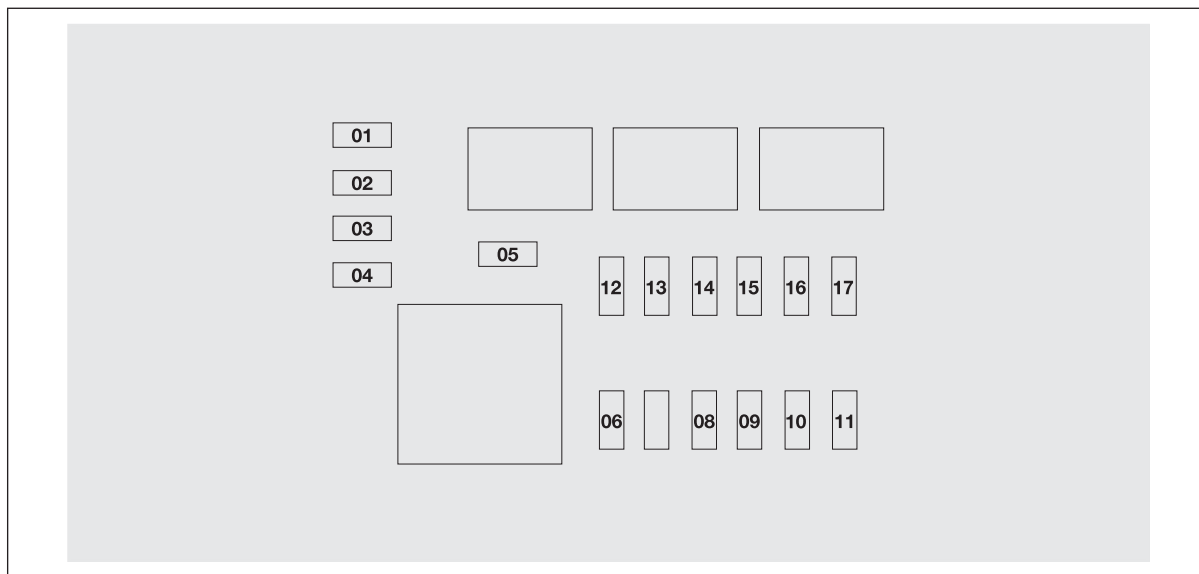

fig. 194
**Centralina vano bagagli fig. 194**
## Centralina vano bagagli fig. 194